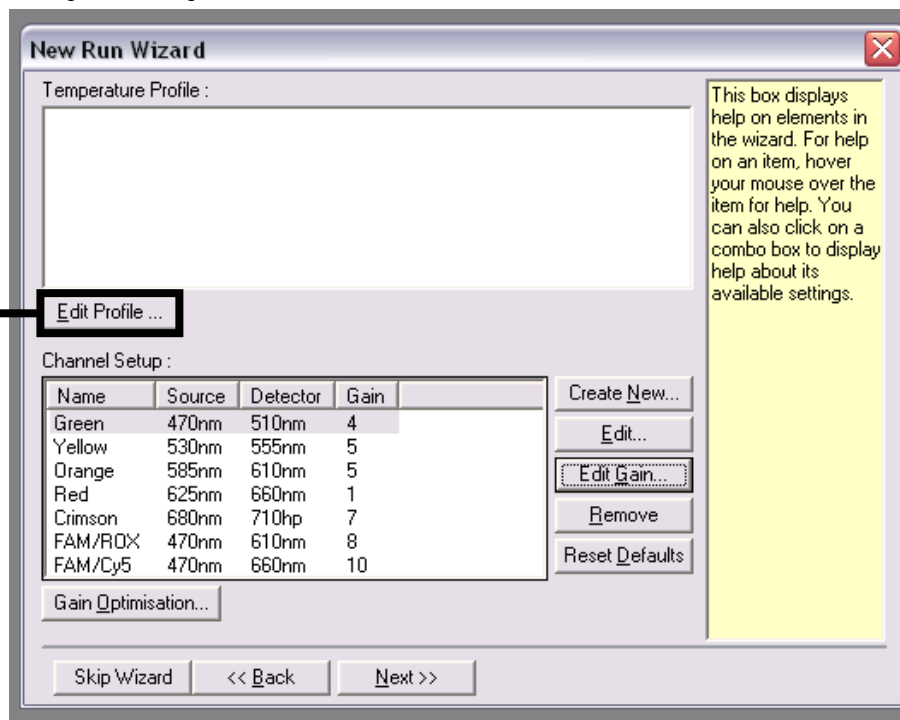
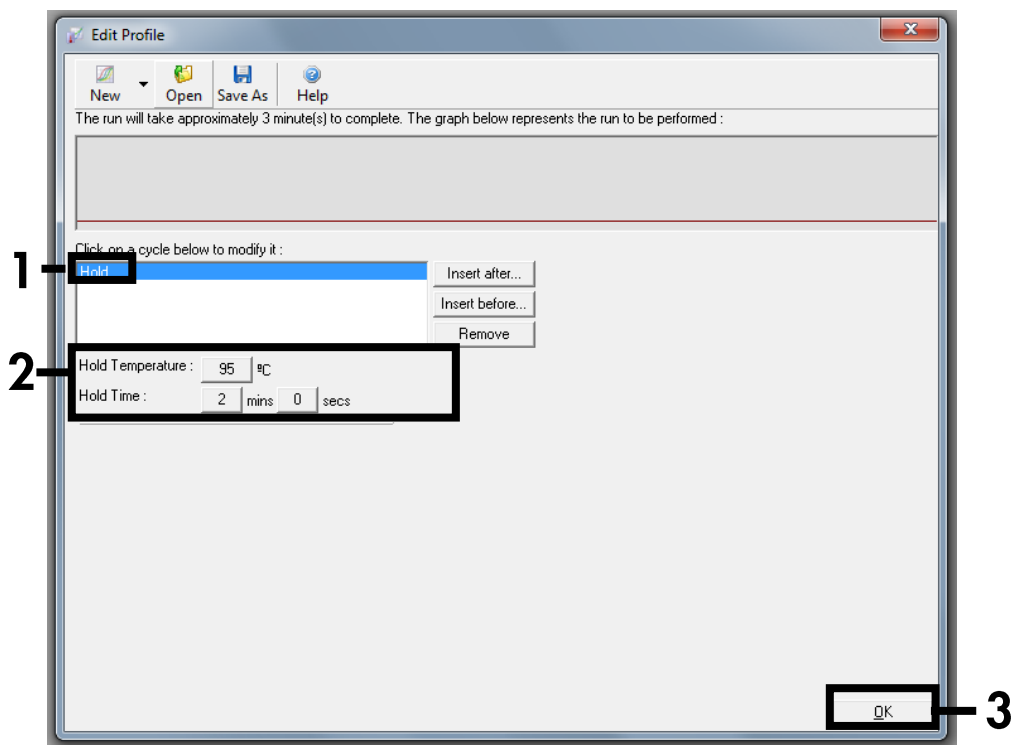

Figura 10. Modifica del profilo.
Figura 11. Fase di denaturazione iniziale.
Programmazione del profilo termico	Figura 10 - Figura 15
11. Cliccare sul pulsante “Edit Profile” (Modifica profilo) nella successiva finestra di dialogo “New Run Wizard” (Figura 10) e programmare il profilo termico, come illustrato nelle Figura 11 - Figura 16.